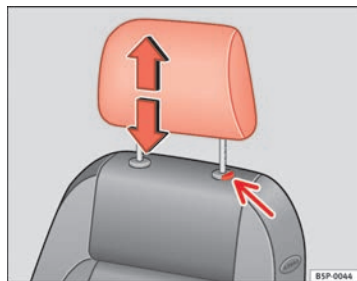

Fig. 68 Poggiatesta:
- Premere il tasto ⇒ fig. 68 (freccia).